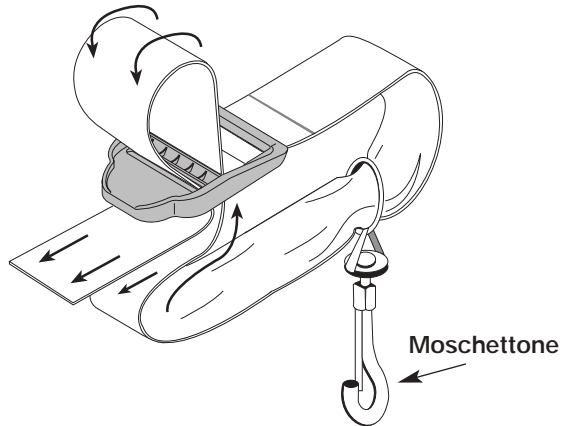

Fig. 6
2. Tirare la cinghia e ribatterla nella fessura della fibbia (Fig. 6).